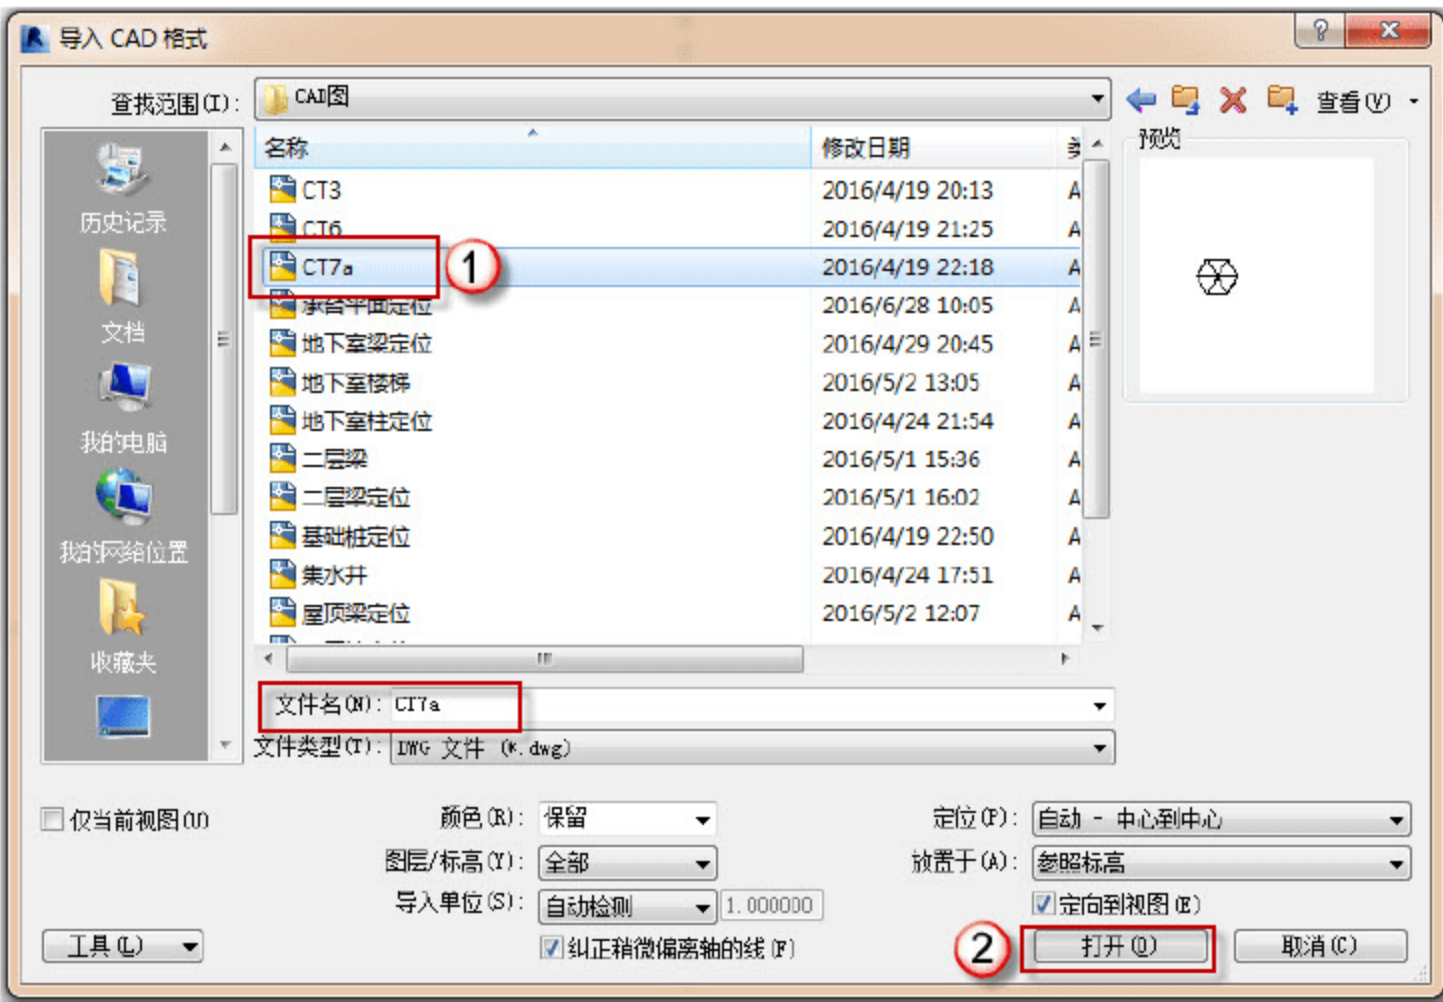

图 2.1.79 导入 CAD 图
(2) 导入配套资源中的 DWG 文件。选择“插入”→“导入 CAD”命令，在弹出的“导入 CAD 格式”对话框中选择“CT7a.dwg 承台”文件，如图 2.1.79 所示。